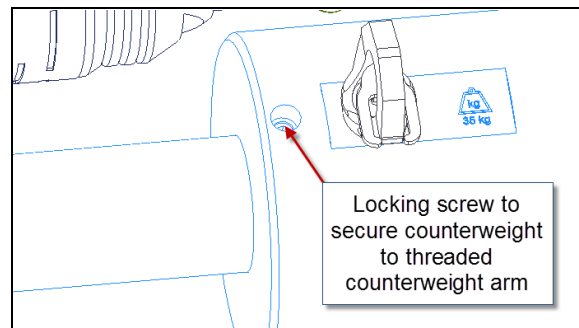

Рисунок 3-29. Местоположение стопорных винтов
2. Ослабьте стопорный винт рядом с отверстием для подъема (рис. 3-29).